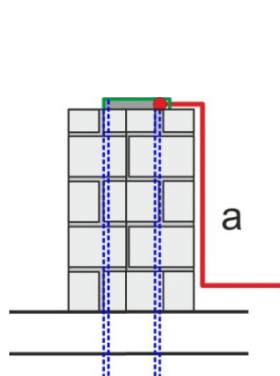

Fig. 6
- direkte Verbindung zur Fang- oder Ableitung (Fig. 6), oder